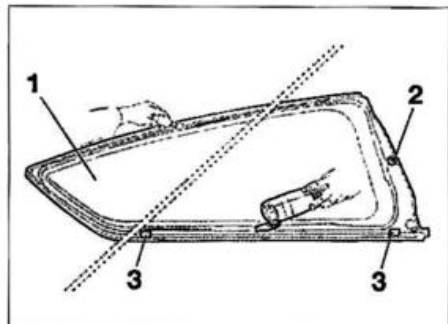

FIG. 56
- Desmontar la luna de custodia (1).
- Enrasar el cordón de cola situado en la custodia (1) (fig. 56).
- Colocar el tetón de centrado (2) y los separadores (3).